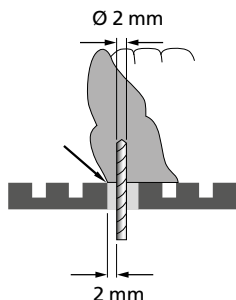

Fig. 6.1
- ⇒ Posicionar el borde exterior de la corona de dientes en el borde del agujero de perforación. (fig. 6.1)